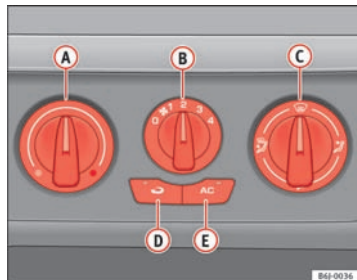

Fig. 95 I instrumentpanelet: betjeningsselemler til airconditionanlæg
- Afbryd airconditionanlægget med knappen ⇒ Fig. 95 **AC** (kontrollampen i knappen slukker).
Recirkulationsfunktionen ⇒ Fig. 95  (der lyser en kontrollampe i knappen) forhindrer, at der trænger ubehagelig lugt ind i kabinen udefra, fx når du kører gennem en tunnel eller holder i kø.